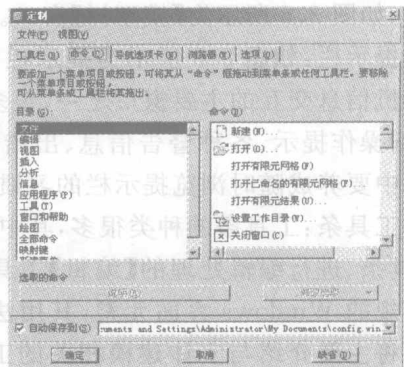

图 2.9 【定制】对话框的【命令】选项卡
在【定制】对话框中选择【命令】选项卡,如图 2.9 所示。
对于上述的定制如果感觉不满意,想要回到 Pro/ENGINEER 缺省的定制状态,只要在如图 2.9 所示对话框中单击【缺省(D)】按钮 缺省(D) 即可。